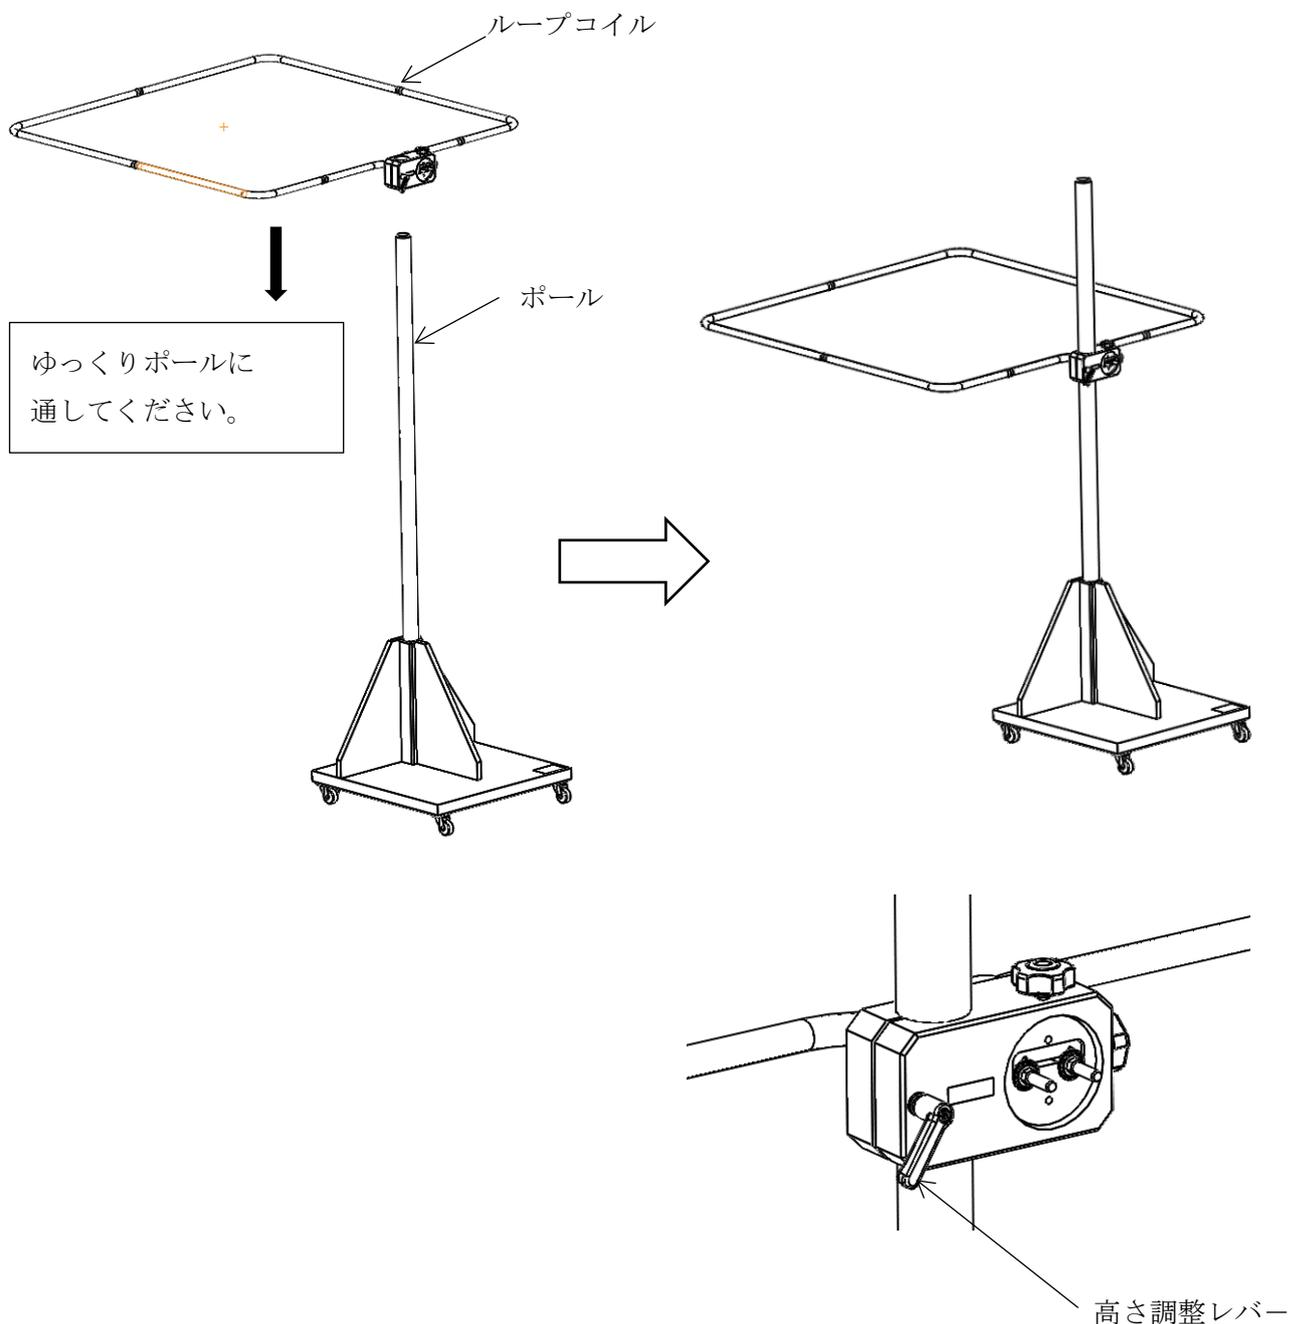

図 7-1 ループコイルとポールの取付
- 1) 図 7-1 を参照し、ループコイルをポールに装着して下さい。
- 2) 図 7-1 を参照し、高さ調整レバーを緩め、ゆっくりとループコイルを上下させます。